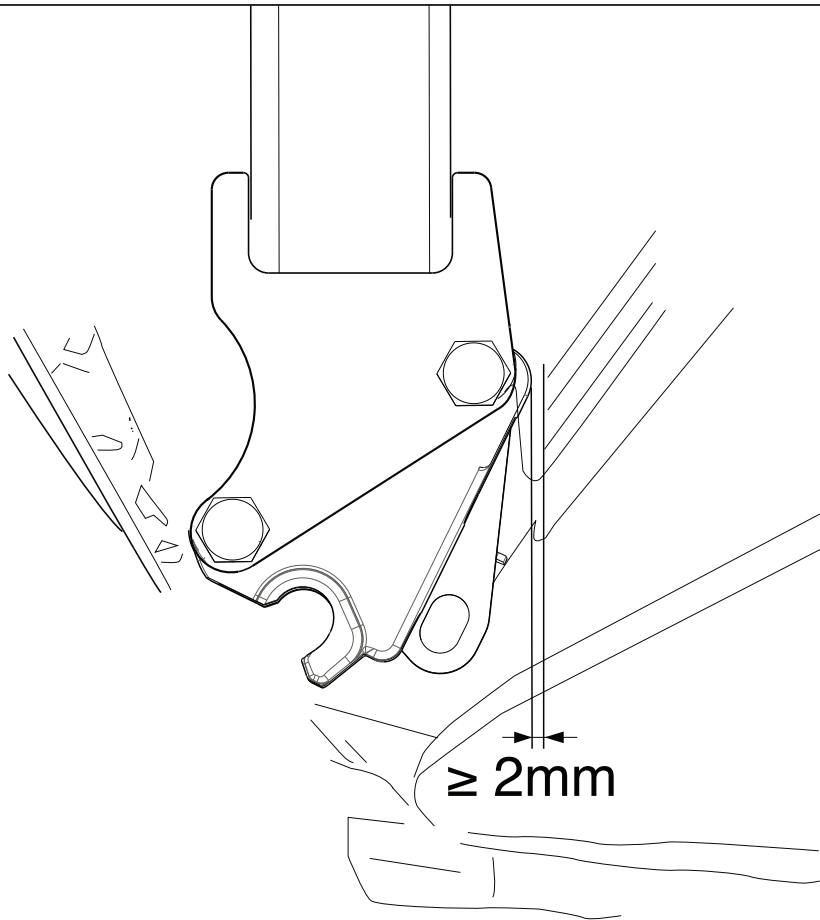

Fig.2
5. Установить поперечный брус между опорами А в точках С, затянув крепежный материал не до конца.См. рисунок 2